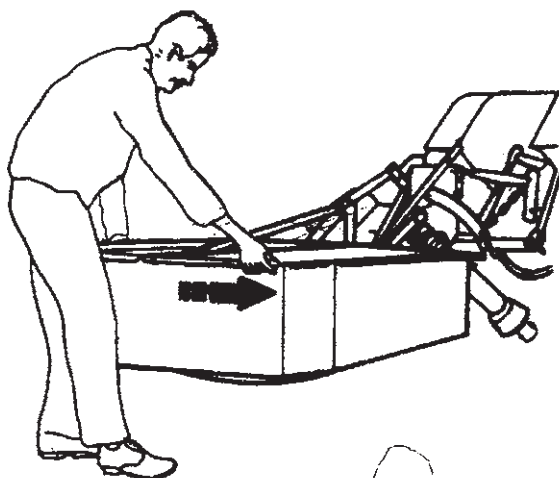

Рис. 12
- г) уставить шарнирный брус и главную раму, отвёрнутую назад, вдоль оси трактора (Рис.12); с этой целью - если косилка находилась перед этим в рабочем положении – следует:
Рис. 12 а
Рис. 12 и 12 а. Перевод косилки в транспортное положение:
- б) уставить шарнирный брус и главную раму, повернутую перпендикулярно к оси трактора, проводя тем самым операции в обратном порядке, чем указано в п. 4.1. и показано на Рис. 12 , то есть:
- стать сзади машины, руками взяться за кожух (Рис.12 а), повернуть рабочие устройства и шарнирный брус на угол 90° влево, перпендикулярно к продольной оси трактора,